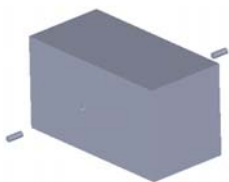

图 10.7.20 移动滑块 2
Step4. 单击“移动/复制实体”对话框中的按钮，完成图 10.7.20 所示的滑块 2 的移动。